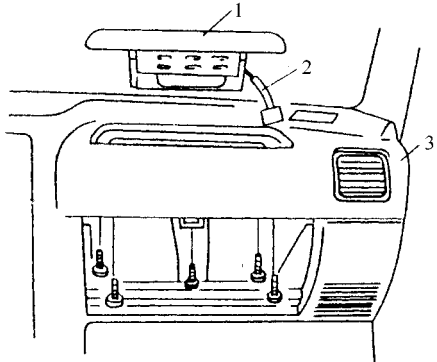

图 4-54 检查副驾驶侧安全气囊模块
5)检查副驾驶员侧安全气囊模块是否有凹坑、破裂、损坏等情况及其配合，如图 4-54 所示。检查装饰盖板是否破裂或变形。检查电线束和连接器是否损坏及其松紧程度。若发现任何异常，都应更换。